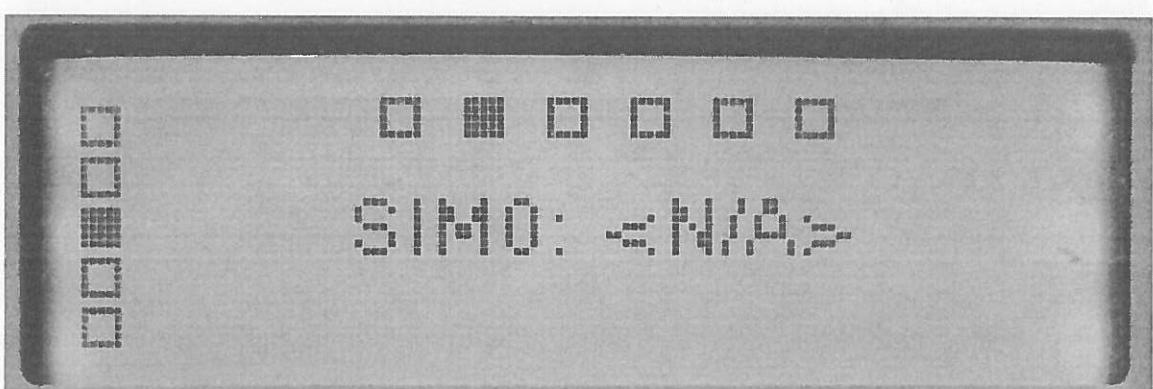

Рисунок 4.10
- Параметры интерфейса GSM — Состояние SIM карты, название оператора, качество связи (0-100%) (рисунок 4.10);